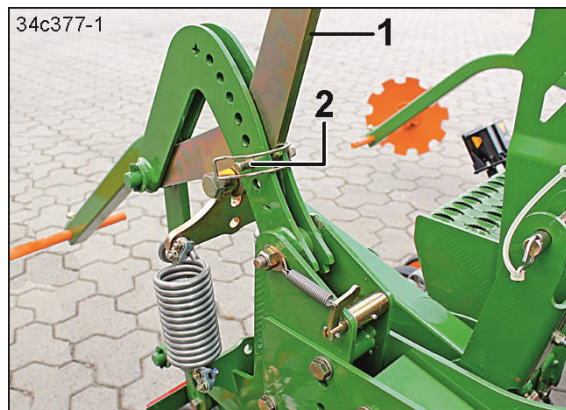

Fig. 193
2. Tirer brièvement le levier (Fig. 193/1) et retirer la goupille d'arrêt pour tube (Fig. 193/2).